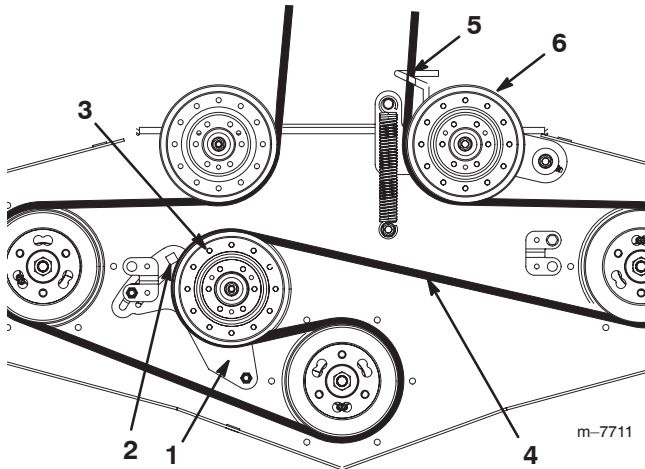

Figure 55
4. Desserrez le bras de la poulie de renvoi fixe pour détendre la courroie sur la poulie (Fig. 55).
6. Passez la courroie neuve dans le guide-courroie et sur les poulies (Fig. 55).